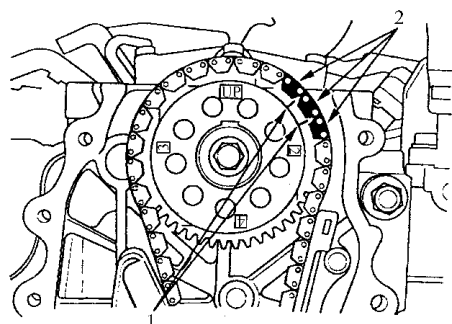

图 2-81 安装正时链(L15A2 型发动机)
- 4) 将正时链安装到凸轮轴链轮上。如图 2-81 所示, 指针 1 要对准三块色片 2 (L15A2 型发动机)。